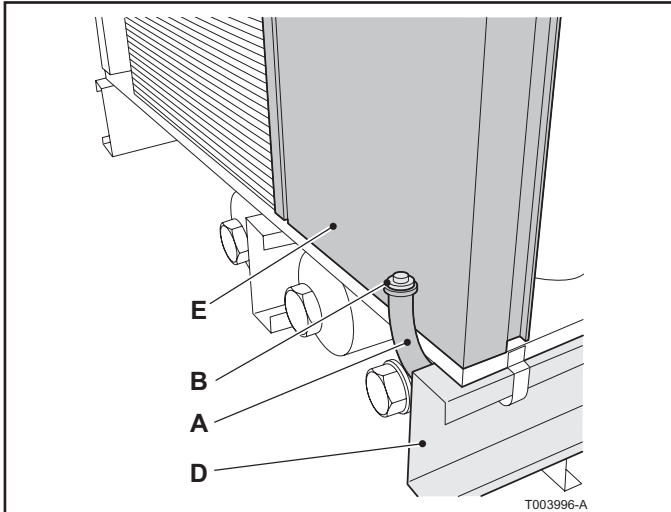
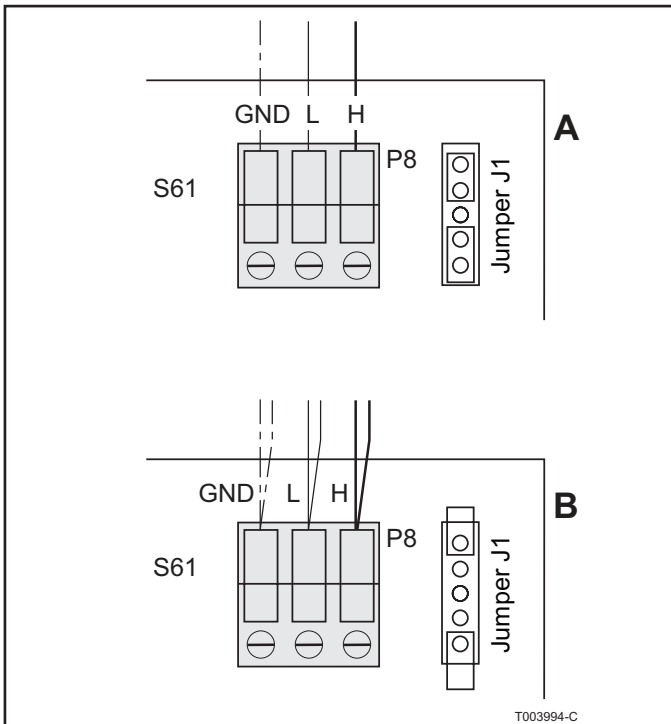

Fig. 29 Funda del cable de bus CAN y tiracables
Fig. 30 Conexión de cable de bus CAN (nodo final y nodo intermedio) en la placa de circuitos impresa de la bomba de calor Gas HP
La última bomba de calor de cada skid viene configurada de fábrica como un nodo final y está lista para su conexión con un cable de bus CAN al siguiente skid (consulte la Fig. 29 y la Fig. 30).
La última bomba de calor del primer skid se debe conectar a la GEP para el siguiente skid y cambia de nodo final (consulte A en la Fig. 30) a nodo intermedio (consulte B en la Fig. 30). Proceda de la siguiente forma:
- Bajo la bomba de calor, detrás de la barra de apoyo (consulte E en la Fig. 29), encontrará la funda del cable de bus CAN con el tapón (consulte A y B en la Fig. 29).